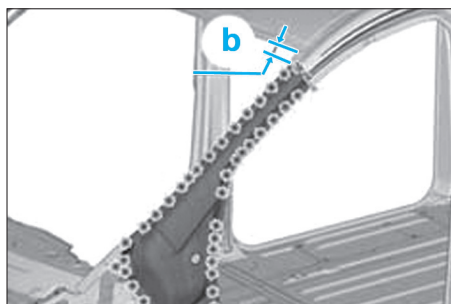

FIG. 44
- Tracer puis découper le montant supérieur du pied avant (b) selon la préparation de la pièce de rechange (Fig.44).